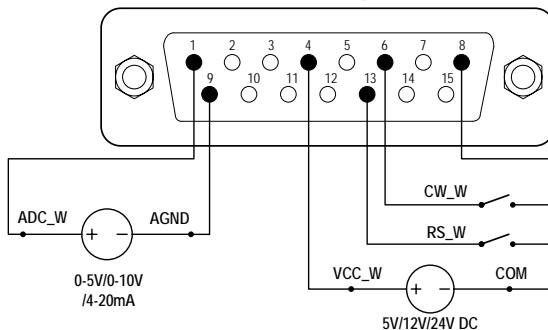
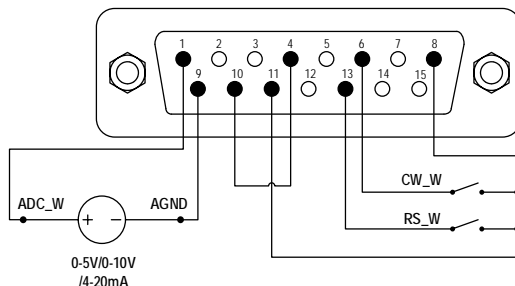

Abbildung 9. DB15-Verkabelung mit externer 12 V DC-Stromquelle
Abbildung 10. DB15-Verkabelung mit der internen 12 V DC-Stromquelle
- 1) Schalten Sie den Strom ab. Verdrahten Sie den DB15-Stecker wie in Abbildung 9 oder Abbildung 10. Schließen Sie ihn an den DB15-Anschluss auf der Rückseite der Pumpe an.